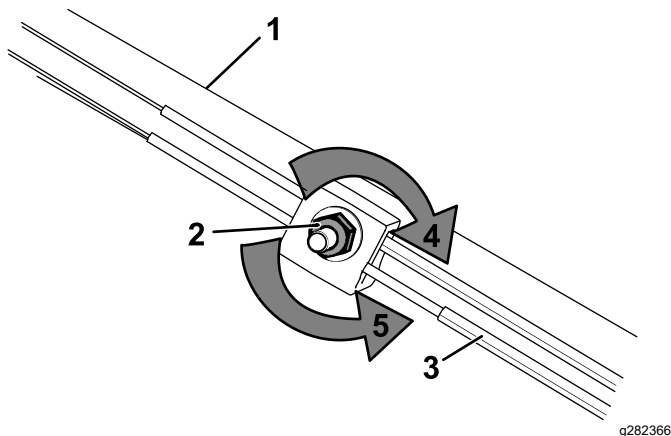

Figura 52
1. Rotiți piulia de reglare în sens invers acelor de ceasornic pentru a slăbi cablul (Figura 52).
2. Ajustați tensionarea cablului (Figura 52) trăgându-l înainte sau împingându-l înapoi și menținând poziția.